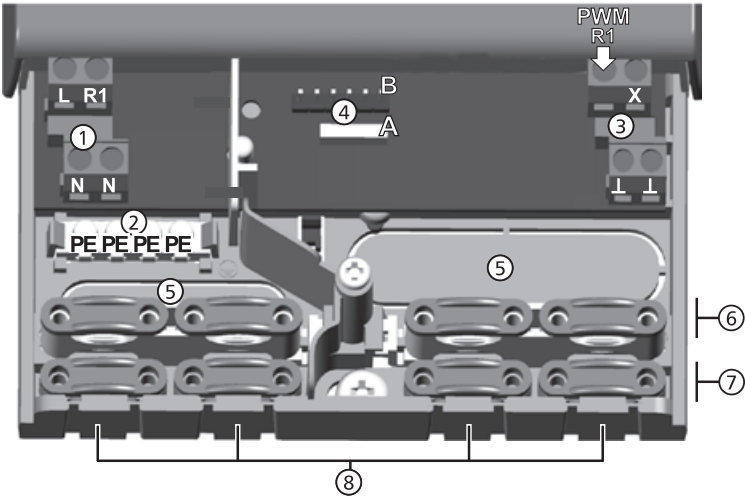

Abb. 3: Anschlussklemmen im unteren Teil des Reglers (Klemmenabdeckung entfernt)
1. Leitungsöffnungen ⑤ (Abb. 3) mit einem geeigneten Werkzeug ausbrechen.
1. *Benötigte* Leitungsöffnungen ⑧ (Abb. 3) links und rechts mit einem geeigneten Messer einschneiden und ausbrechen.